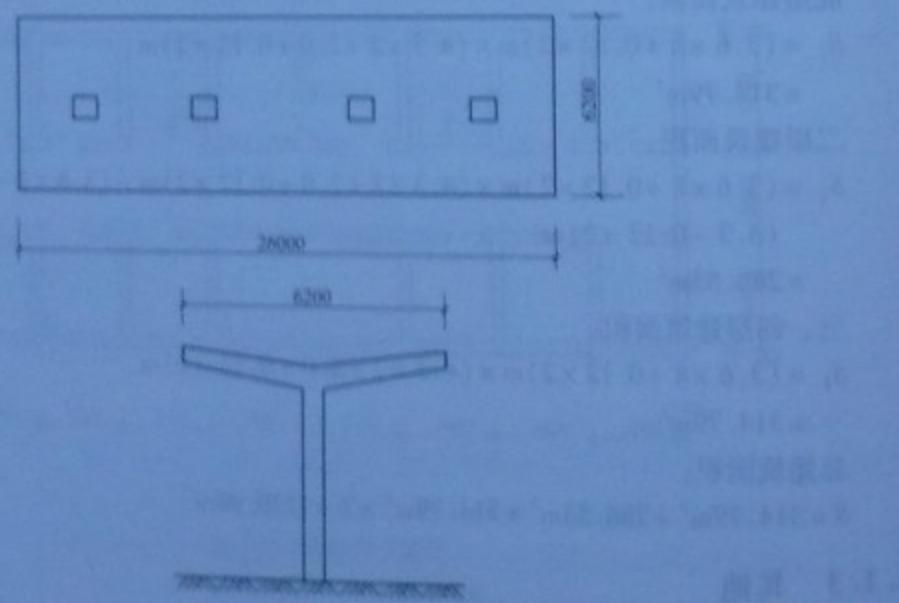

图 1-7 单排柱的车棚、货棚、站台示意图
**【例 1-7】** 根据图 1-7 计算单排柱的车棚、货棚、站台的建筑面积。